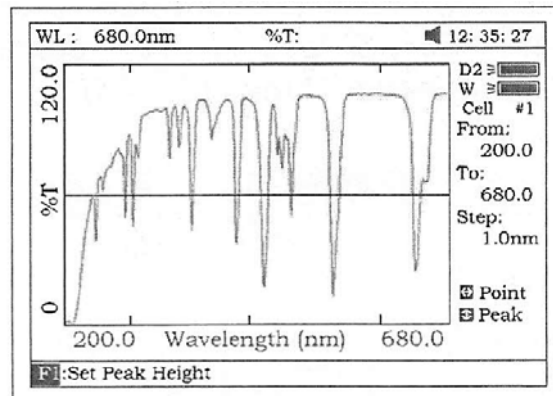

Fig 49
6. Presione [F3] para buscar el valor Abs/%T del barrido. Hay dos maneras de buscar (Fig 49).